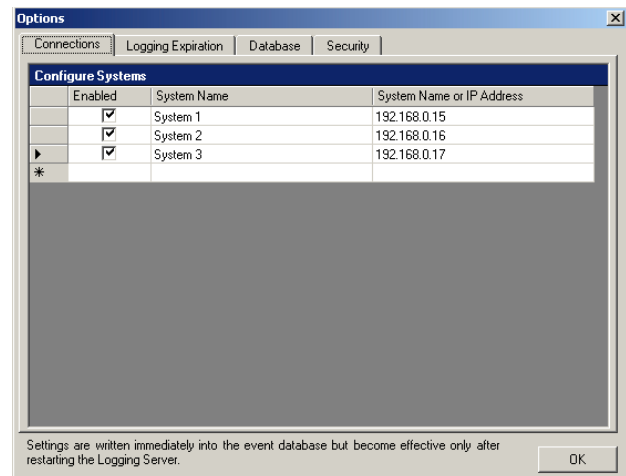

Abbildung 56.5: Options Fenster
- 2 Klicken Sie auf *File > Options*. Es wird ein Bildschirm angezeigt, der Abbildung 56.5 ähnelt.